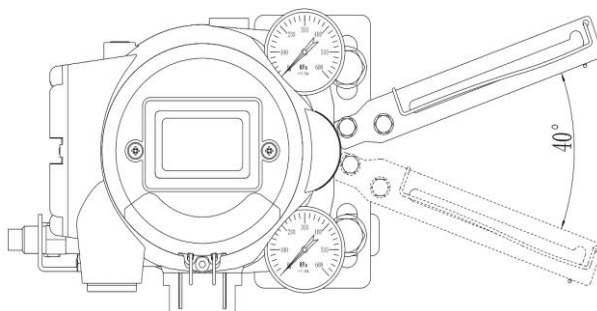

图 8 反馈杆的最大旋转角度
9. 安装后改变空气过滤减压阀的输出压力，使阀门全行程时 MCT 790 反馈杆的旋转角度应该在  $20^{\circ} \sim 40^{\circ}$  范围内，如图 8 所示。